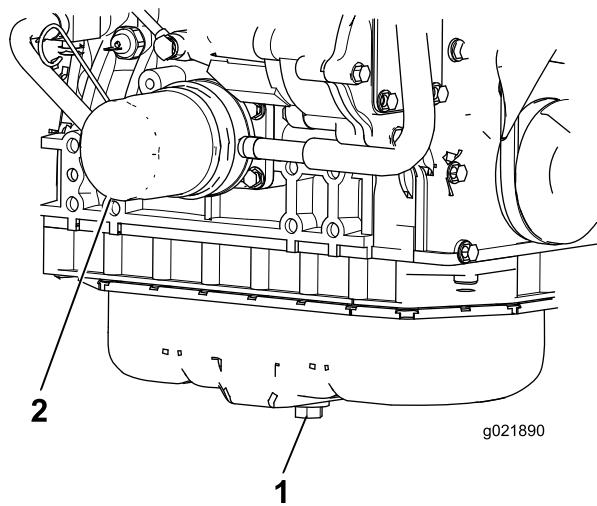

Рисунок 84
1. Снимите сливную пробку и дайте маслу стечь в сливной поддон (Рисунок 84).
3. Снимите масляный фильтр (Рисунок 84).